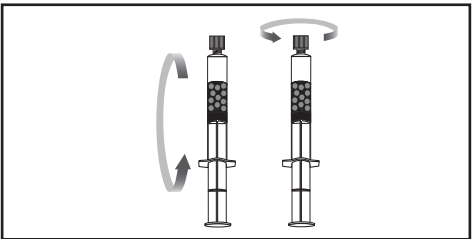

Abbildung 5b.
- 2.3 Zum Mischen die Beladungsspritze alle 5 Minuten vorsichtig umdrehen/schwenken (Abbildung 5b). Starkes Schütteln kann zu Schaumbildung führen.